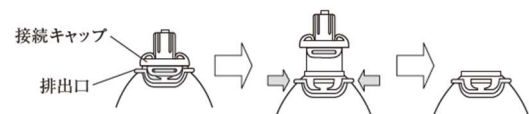

図 3
- 15.胸水が貯留した際は、速やかに排出口の両側をつまみ接続キャップを取り外し胸水の排出を行う。(図 3)